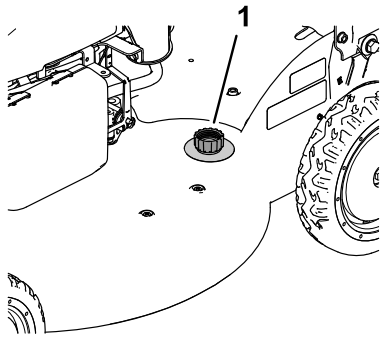

Figure 23
4. Branchez un tuyau d'arrosage, relié à une arrivée d'eau, au raccord de lavage (Figure 23).